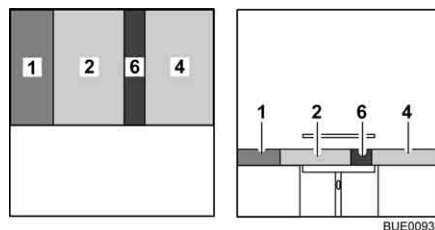

Fig. 90 Après la transformation
- Placer le coussin de dossier (Fig. 90,1) entre le coussin d'assise et la cloison.
- Placer le coussin supplémentaire (Fig. 90,6) entre les coussins d'assise (Fig. 90,2 et 4).